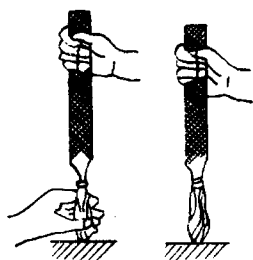

图 1-1 装手柄
(1)装手柄。左手握住锉刀,右手握柄,使孔对正锉刀尾部插入,插入长度等于锉台的 $3/4$,然后在工作台上轻墩几下,装牢即可。见图 1-1。